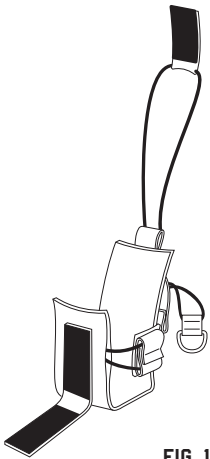

FIG. 1
1. Undo the hook and loop straps and open the Radio Trap. [fig. 1]
- Desabroche las correas de cierre por contacto y abra la funda para radio. [Fig. 1]
- Défaitez les attaches auto-agrippantes et ouvrez la sangle d'attache pour radio. [fig. 1]
1. Lösen Sie den Haken und die Schlaufenbänder und öffnen Sie die Funkgerätehalterung. [Abb. 1]